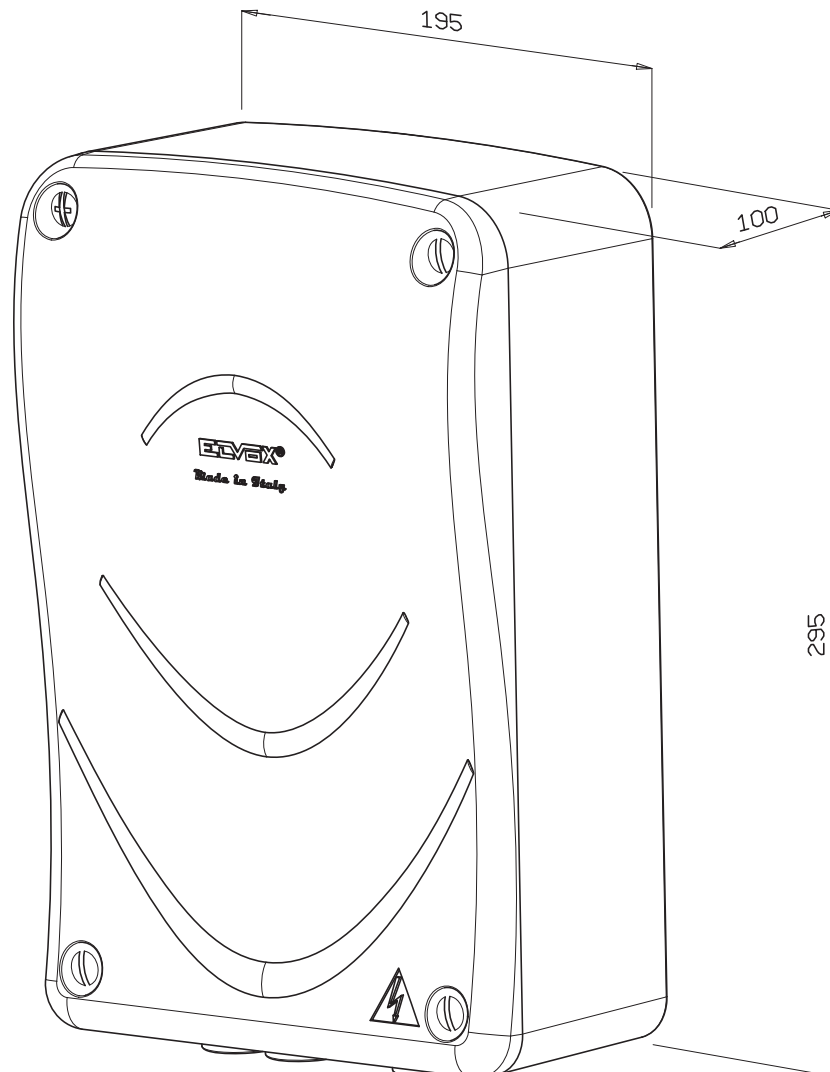

Fig. 1
1. Une fois l'actionneur inséré, effectuer les branchements en suivant les opérations rapportées dans l'unité de commande ECA7 (Fig. 1).